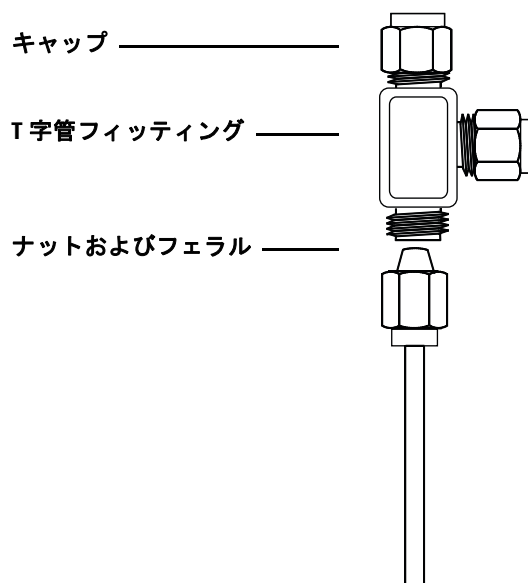

図 13 Swagelok T 字管
- 1 チューブの T 字管を取り付ける場所を切断します。チューブと T 字管を Swagelok フィッティングで接続します。図 13 を参照してください。